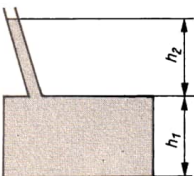

Bild 56
- 4.5** Ein Behälter mit Einfüllstutzen (Bild 56) ist einmal bis zur Höhe h_1 und ein anderes Mal einschließlich Einfüllstutzen mit Flüssigkeit gefüllt. 1. In welchem Verhältnis stehen die Schweredrucke am Boden des Behälters für diese beiden Füllungen? 2. Nennen Sie Anwendungsbeispiele.